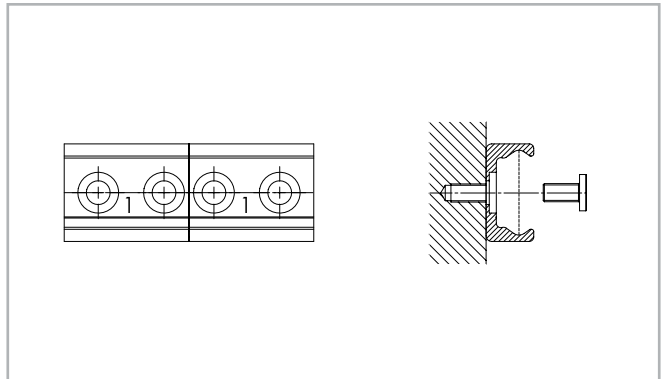

Abb. 173
- (1) Fixieren Sie die einzelnen Schienen auf der Montagefläche durch Anziehen aller Schrauben, bis auf die jeweils letzte am Schienenstoß.
- (2) Montieren Sie die End-Befestigungsschrauben, ohne diese fest anzuziehen (s. Abb. 173).